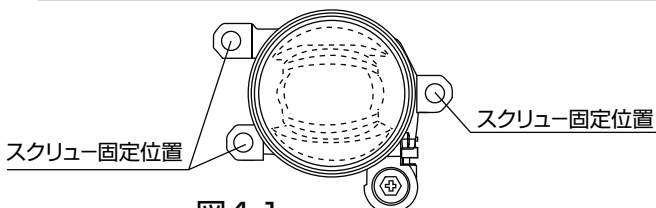
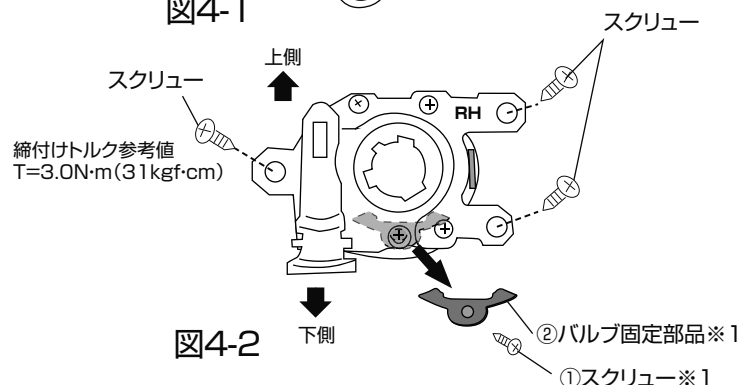

図4-1
図4-2
3. フォグランプを取付ける前に、図4-2①スクリューを外し、②バルブ固定部品を取り外してください。純正LEDフォグランプと同じ方法で、ランプ本体を車両へ確実に取付けてください。運転席側装着(図4-1、図4-2) フォグランプユニットとバンパー側の穴位置を合せ車両から取り外したスクリューを使い、固定してください。